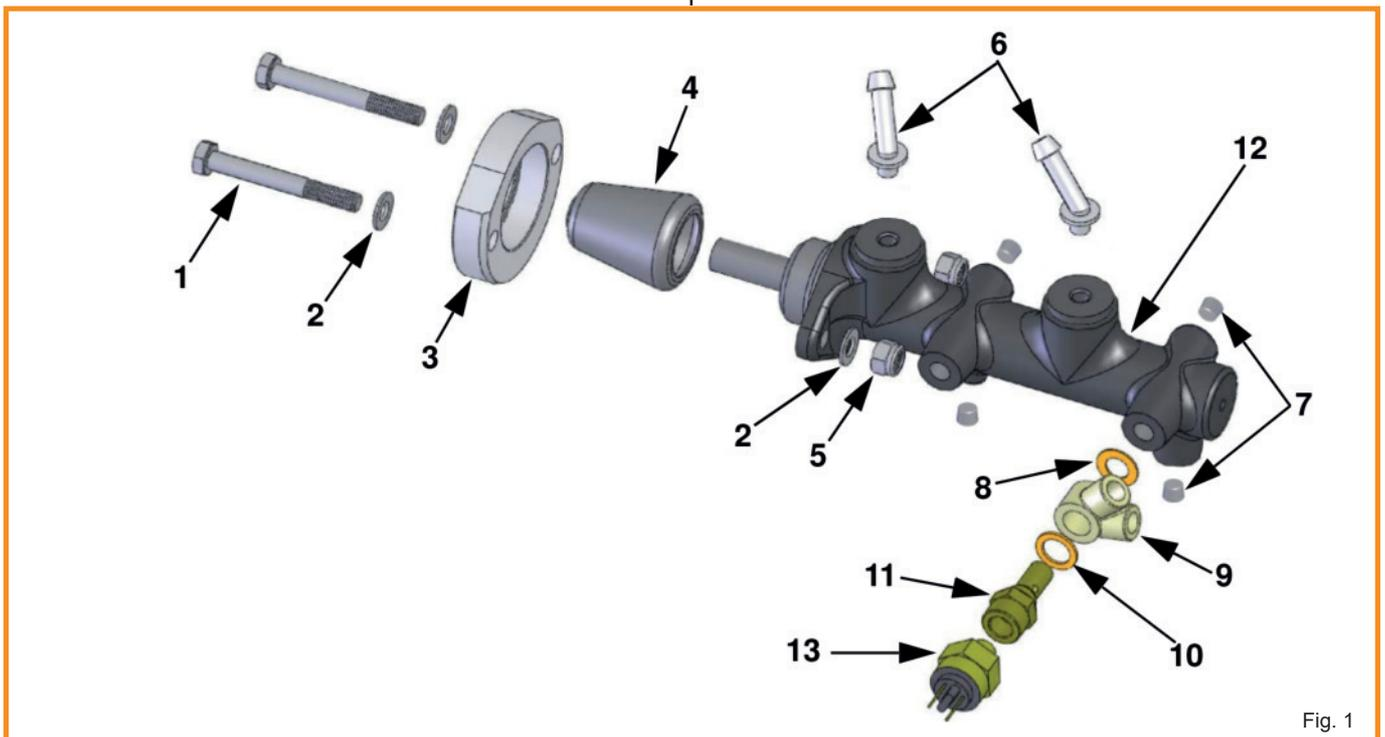

Fig. 1
- Screw in the tapered allen head pipe plugs (Pos.7, Fig.1) in the two bottom and the two left side holes of the master cylinder.
- Put some brake fluid on the outside of the plastic elbow connectors (Pos.6, Fig.1), then push them into the rubber grommets of the master cylinder.
- Place the dust cover (Pos.4, Fig.1) onto the new master cylinder, and then slide the adapter ring (Pos.3, Fig.1) over the dust cover with the large inside diameter towards the master cylinder.
- Install the 2-way connector (Pos.9, Fig.1) with the copper washer (Pos.8, Fig.1) in the right hole that is farthest away from the pedal push and fix it with the copper washer (Pos.10, Fig.1) and the banjo bolt (Pos.11, Fig.1). Do not tighten the banjo bolt yet.
- Verschließen Sie die beiden unteren und die beiden linken Bohrungen des HBZ (siehe Fig.1) mit den konischen Verschlusschrauben (Pos.7, Fig.1).
- Benetzen Sie die kurze Seite der Kniestücke (Pos.6, Fig.1) mit etwas Bremsflüssigkeit und drücken diese in die Gummistopfen im HBZ.
- Stülpen Sie jetzt die Schutzkappe (Pos.4, Fig.1) über die Betätigungsstange des neuen HBZ.
- Danach schieben Sie den Adapterring (Pos.3, Fig.1) mit der großen Öffnung Richtung HBZ über die Schutzkappe.